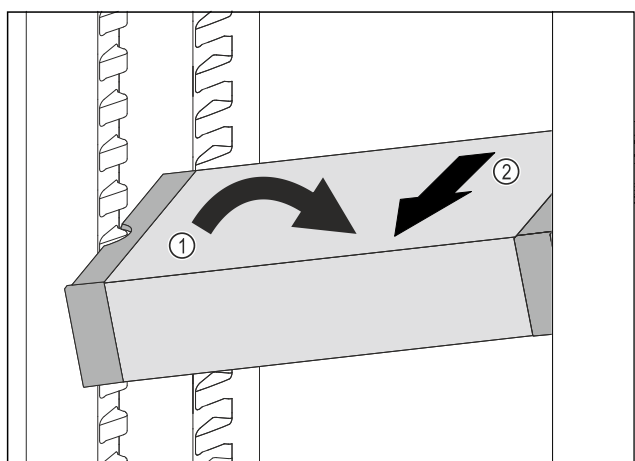

Fig. 81
- ▶ Coloque el VarioSafe en el compartimento del frigorífico en posición oblicua. Fig. 81 (1)
- ▶ Extraiga el VarioSafe hacia delante. Fig. 81 (2)